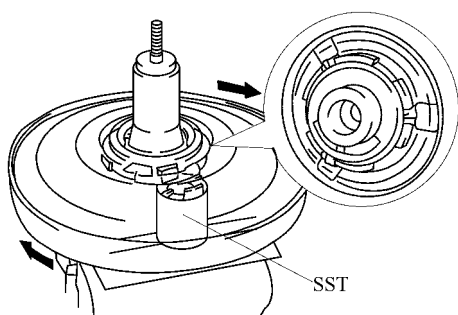

图 15-43 顺时针方向转动加力器活塞直至活塞被锁紧为止
- 3) 用胶带包住反力盘夹持工具的凸出部件并将它夹在台虎钳上，将部件放在上面，顺时针方向转动加力器活塞直至活塞被锁紧为止，如图 15-43 所示。